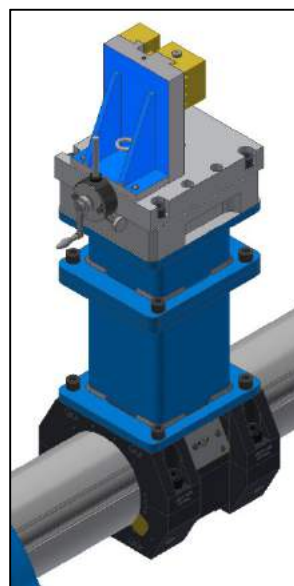

Figure 23. Tête de surfage montée sur le porte-outil avec des entretoises
- b) Si au moins une entretoise est utilisée (voir Figure 23), utiliser la manivelle du boîtier d'avance pour faire des ajustements manuels et engager l'avance automatique. La manivelle du boîtier d'avance est un outil combiné qui reste attaché à la tête de surfage pendant le fonctionnement (voir Figure 27 page 36).